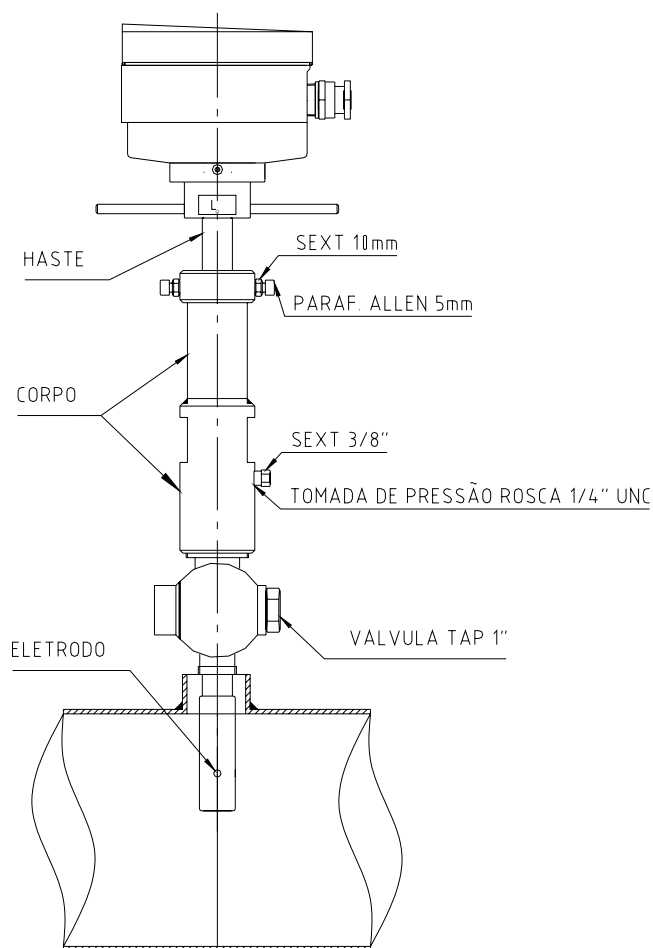

Figura 8
- Ajustar a haste do medidor, afrouxando os parafusos Allen 5mm e as porcas sextavadas, até que a marca em vermelho da haste fique tangente ao anel, conforme **figura 8**.
- a. Afrouxar as porcas sextavadas e os parafusos Allen e puxar cuidadosamente a haste do medidor até visualizar a marca em vermelho. Esta deve ficar tangente ao anel, conforme **figura 8**. Nesta posição a válvula deve ser fechada.